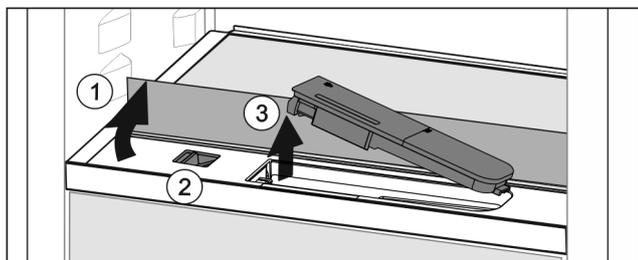

Fig. 164
- Podignite staklenu ploču i otklopite je do graničnika prema natrag Fig. 164 (1).
- Pomaknite Fig. 164 (2) klizač ulijevo.
- Izvadite spremnik za vodu Fig. 164 (3).